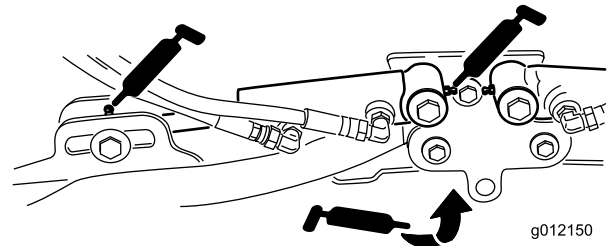

Bild 45
- Hubarmzylinder der Schneideinheit (2 Stück) (Bild 45)
- Hubarmgelenke (1 Stück) (Bild 45)